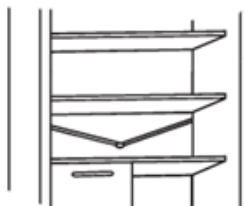

Fig.19
• Păstrați curat tubul de scurgere (Fig. 19) din compartimentul frigiderului, astfel încât să nu se umple cu apă.